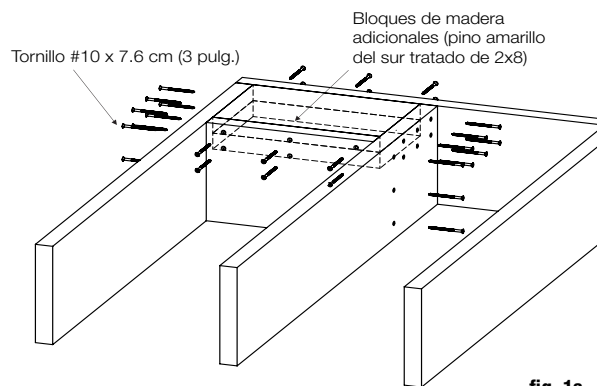

fig. 1a
Paso 1 Para comenzar, añada dos bloques de 2x8 de pino amarillo del sur tratado entre las caras internas de las vigas. Asegúrese de taladrar previamente los agujeros, antes de fijarlos en su sitio con tornillos resistentes a la corrosión. Después asegúrese de que las tablas de la terraza estén encajadas firmemente a las vigas en la ubicación de los postes. Instale los postes fijándolos a través de los tablonces de la terraza a las vigas de abajo, o a un bloque doble entre las vigas. (fig. 1a) Los sujetadores que sostienen la base de los postes a la superficie deben poderse asegurar a las vigas **o soportes de refuerzo, no solo a los tablonces en sí.** *Nota: al instalar postes de aluminio sobre una superficie de madera, los tornillos deben estar enroscados al menos 7.6 cm (3 pulg.) dentro de madera sólida (sin incluir el piso de la terraza). Las tablas para terrazas de 3.2 cm (5/4 pulg.) o 2.5 cm (1 pulg.) no tienen suficiente material para una instalación segura. De ser necesario, agregue material adicional a la parte inferior de la superficie.*